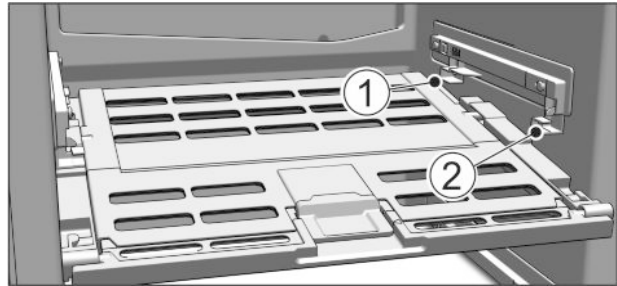

Fig. 16
- ▶ Deckel Fruit & Vegetable-Safe einsetzen: Deckelstege von unten in die hintere Halterung Fig. 16 (1) einführen und vorne in die Halterung Fig. 16 (2) einrasten.